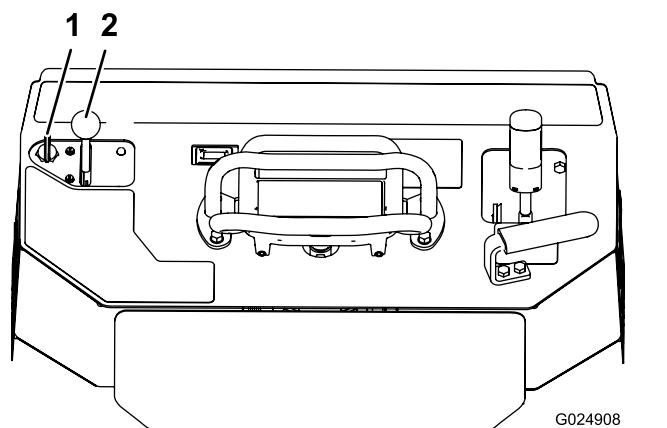

Figura 18
1. Deplasați maneta de accelerație până la jumătatea distanței dintre pozițiile LENT și RAPID (Figura 18).
2. Rotiți cheia în poziția PORNIT (Figura 18). După pornirea motorului, eliberați cheia.
3. Deplasați maneta de accelerație în poziția dorită (Figura 18).